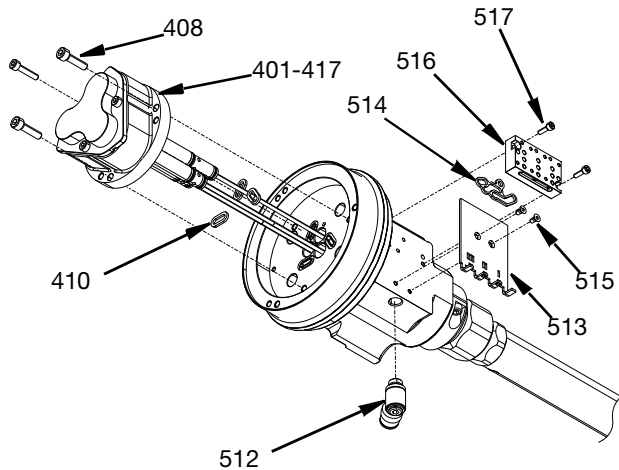

FIG. 15
2. Les joints d'étanchéité à l'air (410) doivent être jetés.
3. Retirez le collecteur d'air (516) en retirant les fixations à vis SHCS M3 (517) avec une clé hexagonale. Le joint d'étanchéité à l'air (514) doit être jeté.
4. Retirez le couvercle intérieur (513) en retirant les vis à tête plate M3 (515) avec une clé hexagonale.
5. Retirez le raccord coudé tournant 1/8 po. BSPP (512) à l'aide d'une clé hexagonale. Voir FIG. 15.